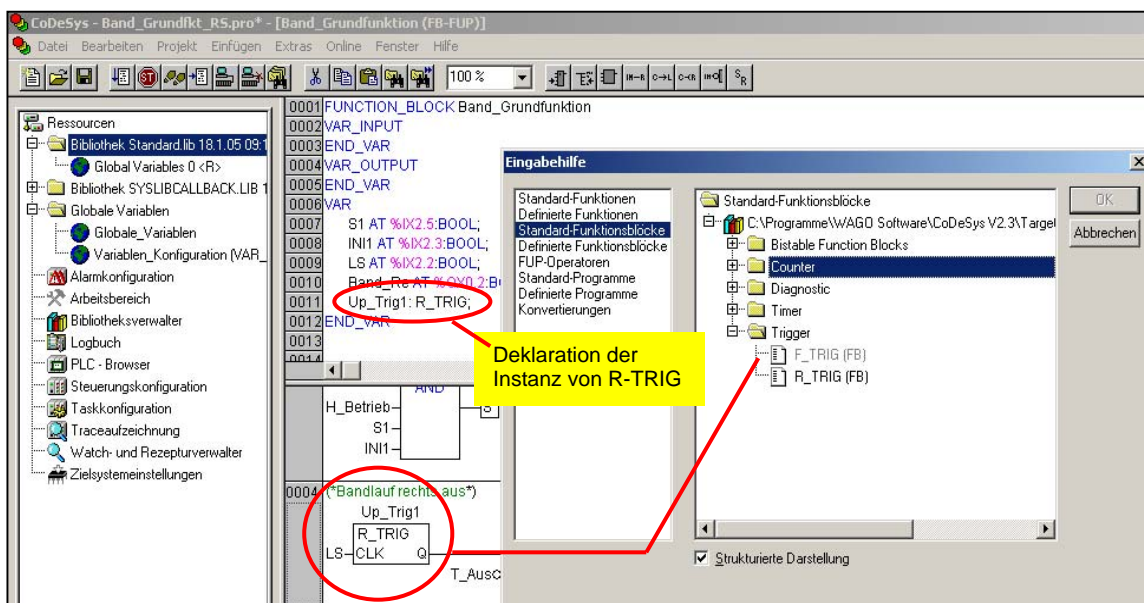

Bild 4-5 : Die Verwendung von Funktionsbausteinen der Standard-Bibliothek
**Bild 4-5** zeigt einen solchen Fall: In dem in der graphischen Sprache FUP geschriebenen Programm wird eine positive Flankenauswertung benötigt. Nach Einfügen eines Blockes in das Programm wird entweder das richtige Schlüsselwort eingetragen (in diesem Falle R\_TRIG), oder es wird mit Hilfe der Einfügetaste F2 aus dem Angebot der Standard-Funktionsbausteine ausgewählt.